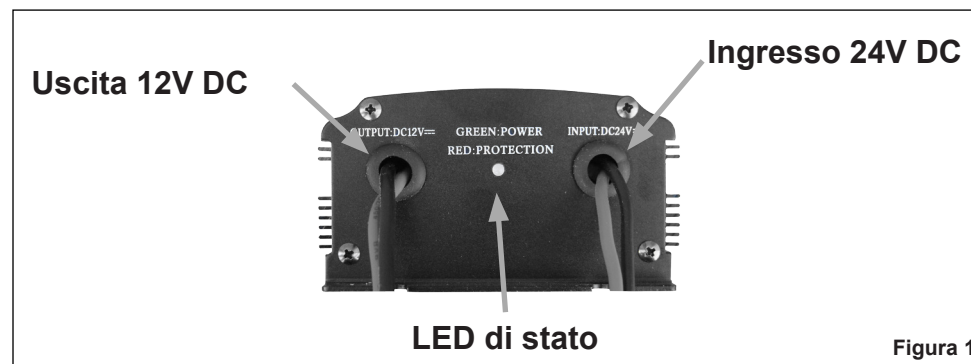

Figura 1
2. Facendo riferimento alla Figura 1 a pagina 2, individuare i cavi rosso (+) e nero (-) relativi all'ingresso 24V DC del riduttore. Collegare prima il cavo nero al polo negativo (-) della batteria e, successivamente, il cavo rosso al polo positivo (+) della batteria. Se non ci sono anomalie di funzionamento il LED di stato sarà acceso e di colore verde. In caso di anomalie il LED di stato sarà spento o acceso di colore rosso.
3. Assicuratevi che il dispositivo da collegare al riduttore sia spento. Facendo riferimento alla Figura 1 a pagina 2, individuare i cavi rosso (+) e nero (-) relativi all'uscita 12V DC del riduttore. Collegare prima il cavo nero (-) e poi il cavo rosso (+) al dispositivo da alimentare, facendo attenzione a rispettare la polarità.